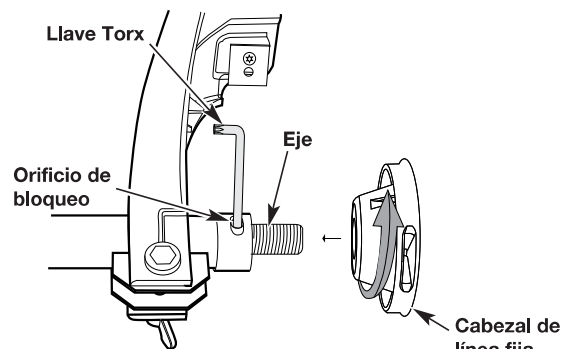

Fig. 19a
4. Atornille el cabezal fijo en el sentido de las agujas del reloj sobre el eje hasta que quede firmemente apretado (Fig. 19a). Retire la llave Torx del orificio de bloqueo.